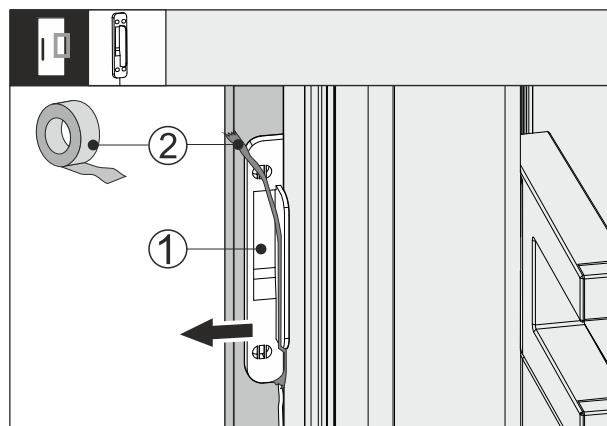

Fig. 64
- Vabastage kleeplint Fig. 64 (2) koputussensorilt Fig. 64 (1).